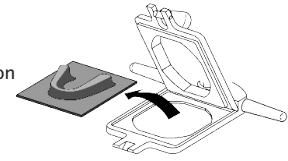

Abb. 8
6. Entfernen Sie den Abdruck aus der Tiefziehplatte (Abb. 8) und schneiden Sie den flachen Teil der Platte ab.